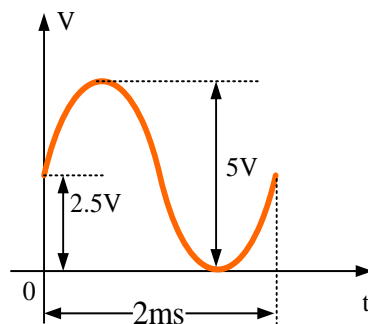

图3 叠加在直流上的正弦波
- 1) 调节函数发生器，产生如图3所示叠加在直流上的正弦波信号，其中直流分量为2.5V，交流分量峰峰值为5V，信号频率为500Hz；